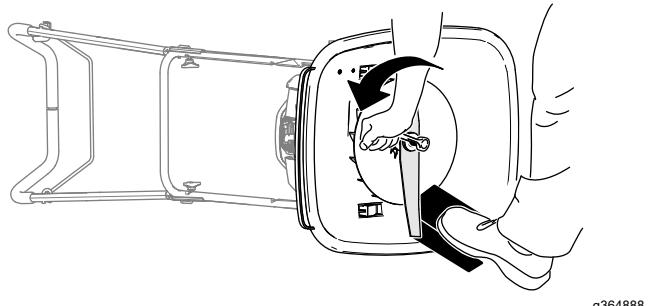

Figure 43
4. Immobilisez la lame avec un morceau de bois (Figure 43).